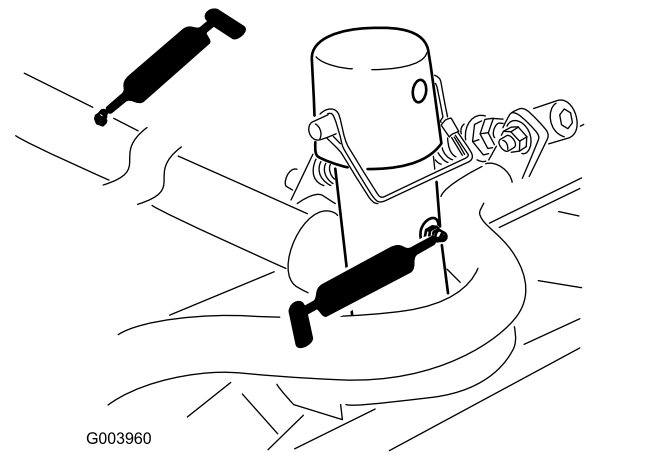

Figure 76
- Bâti porteur d'unité de coupe et pivot (x 2) (Figure 76)